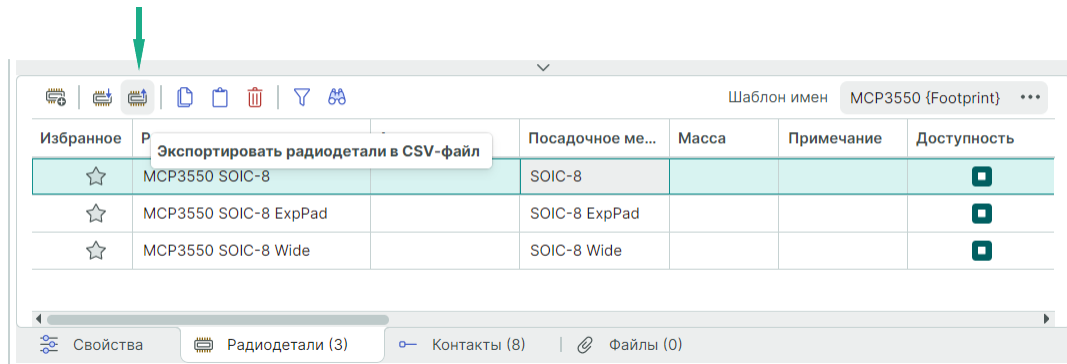

Рис. 314 Экспорт данных радиодеталей в csv – файл
1. Нажмите на символ  «Экспортировать радиодетали в CSV-файл» на вкладке «Радиодетали» редактора компонентов, см. Рис. 314.